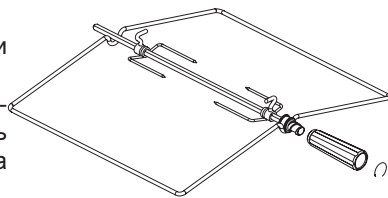

рис. 12
1. Плиты комплектуются вертелом со съёмной рукояткой (см. рис.12). При установке и извлечении вертела необходимо использовать рукоятку, которая накручивается на